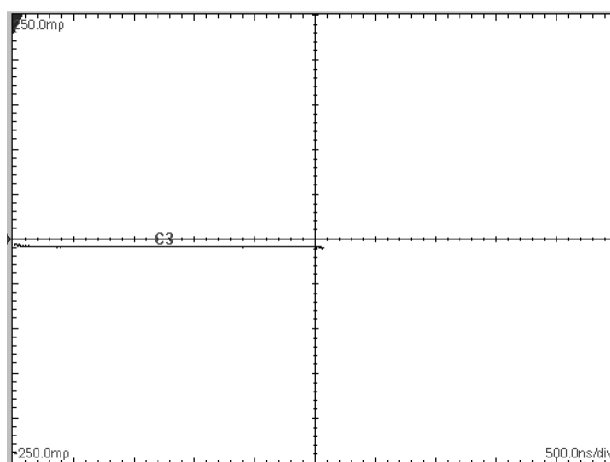

Рис. 16: Ступенчатый сигнал TDR неповрежденного импульсного модуля
- При проверке импульсного модуля 80E04, оборудованного функцией TDR, присоедините оконечную нагрузку с сопротивлением 50 Ом ко входу канала и выполните измерения методом TDR для присоединенного устройства. Установите значение HORIZONTAL SCALE (шкала по горизонтали), равное 500 нс/дел. Это позволит отобразить полный ступенчатый сигнал TDR от фронта и до фронта. Отобразите верхнюю часть ступенчатого сигнала в масштабе 40 мВ/дел. и проверьте степень его плоскостности. Если верхняя часть сигнала выгнулась, просела, искривилась или наклонилась, можно предположить, что модуль получил повреждение в результате электростатического разряда, и необходим его ремонт. (См. рис. 16 на странице 47.)